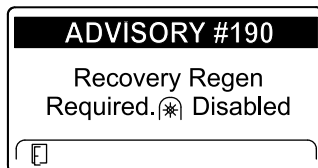

Figura 59
- Richiesta di rigenerazione di recupero - disabilitazione della presa di forza ADVISORY #190 (Figura 59)